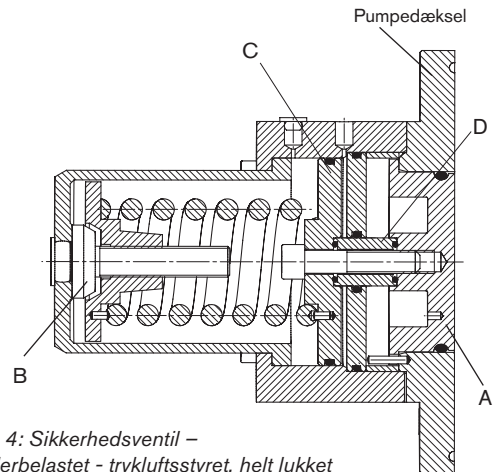

Fig. 4: Sikkerhedsventil – fjederbelastet - trykluftstyret, helt lukket
Fig. 4 og 5 viser den fjederbelastede - trykluftstyret sikkerhedsventils design. Ventilhovederne (A) er underlagt mediets tryk i rotorkassen på en side, og fjederkraften på den anden side. Fjederen indvirker ikke direkte på ventilhovedet (A) men via stempel (C) og mellemstykke-bøsning (D).
Fig. 4 viser en fuldstændigt lukket sikkerhedsventil. Ventilhovedet (A) er på linie med den forreste flade af pumpedækslet, CIP/SIP-ventilcylinderen er helt aflastet.